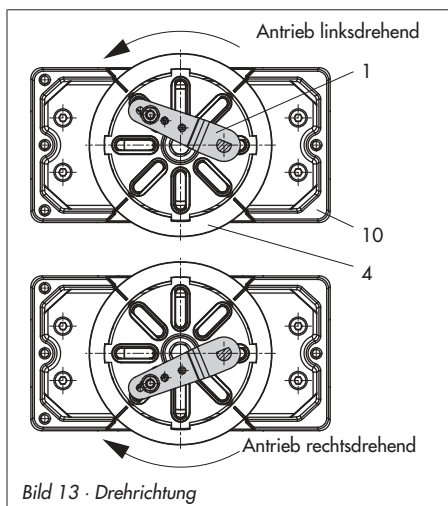

Bild 13 · Drehrichtung
8. Stellungsregler auf das Gehäuse (10) setzen und festschrauben. Dabei den Hebel (1) so ausrichten, dass er unter Berücksichtigung der Drehrichtung des Antriebs mit seinem Abtaststift in den entsprechenden Schlitz eingreift (Bild 13).